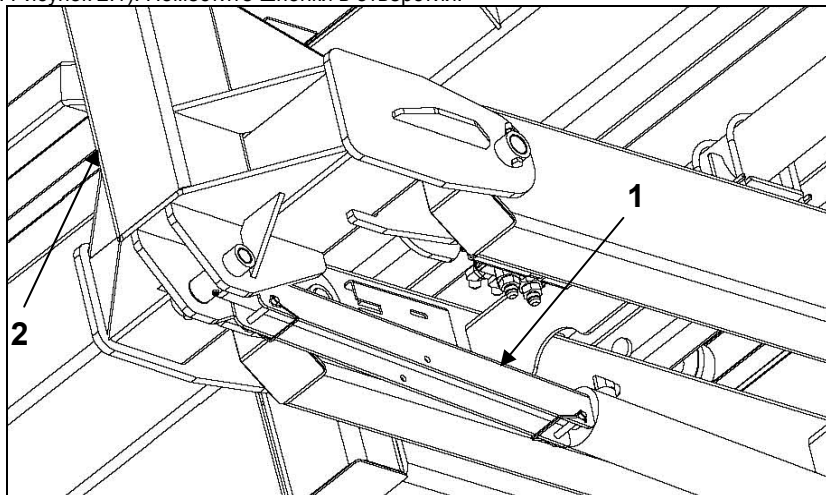

Рисунок 2.1 Присоединение рычага погрузки
Очень важно поместить U-образный фиксатор (1) в цилиндр рычага погрузки (2) в поднятом положении, чтобы препятствовать его перемещению во время транспортировки (см. Рисунок 2.1). Поместите шпонки в отверстия.
6. Удалите U-образный фиксатор из цилиндра рычага загрузки (см. страницу 12 Рисунок 2.1).